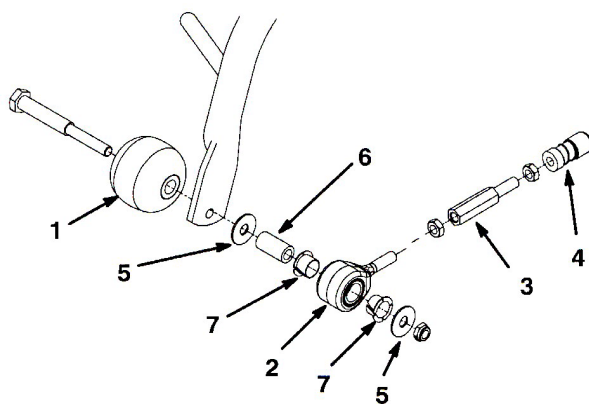

図 9
1. 油圧オイル・タンクのブリーザ・キャップを外す (図 9)。
1. ローラ・シャフト・スペーサ、ワッシャ、ねじを使用して、芝削り防止ローラとプル・リンク・アセンブリを各前キャリア・フレームの外側に取り付ける (図 9)。各パーツが図のとおり配置されていること、また、プル・リンクにナイロン製のブッシュがついていることを確認する。